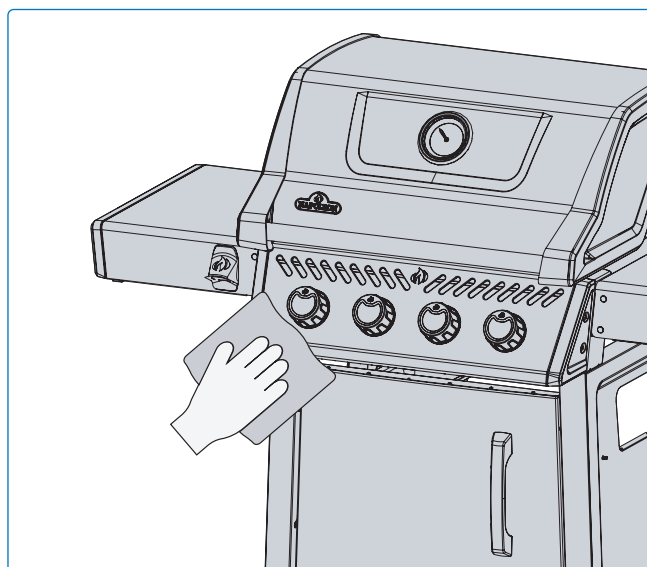

Fig. 24
- Les pièces en acier inoxydable se décolorent avec le temps sous l'effet de la chaleur, prenant une teinte dorée ou brune. Ce phénomène est normal et n'affecte pas les performances du gril (**Fig. 24**).